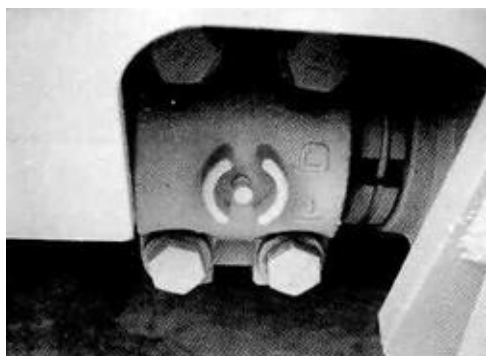

Рис. 6-20
1. Смазать вкладыш полуподшипника, в 2 местах (См. Рис. 6-20)